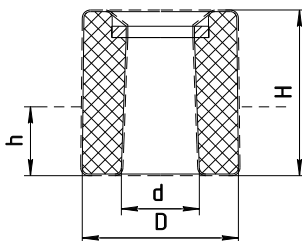

Рисунок 6
2.3.3 По умолчанию, (допускается не указывать в обозначении), ПМП комплектуются поплавком типа **D48x50xd21** (DxHxd – рисунок 6) из вспененного эбонита.